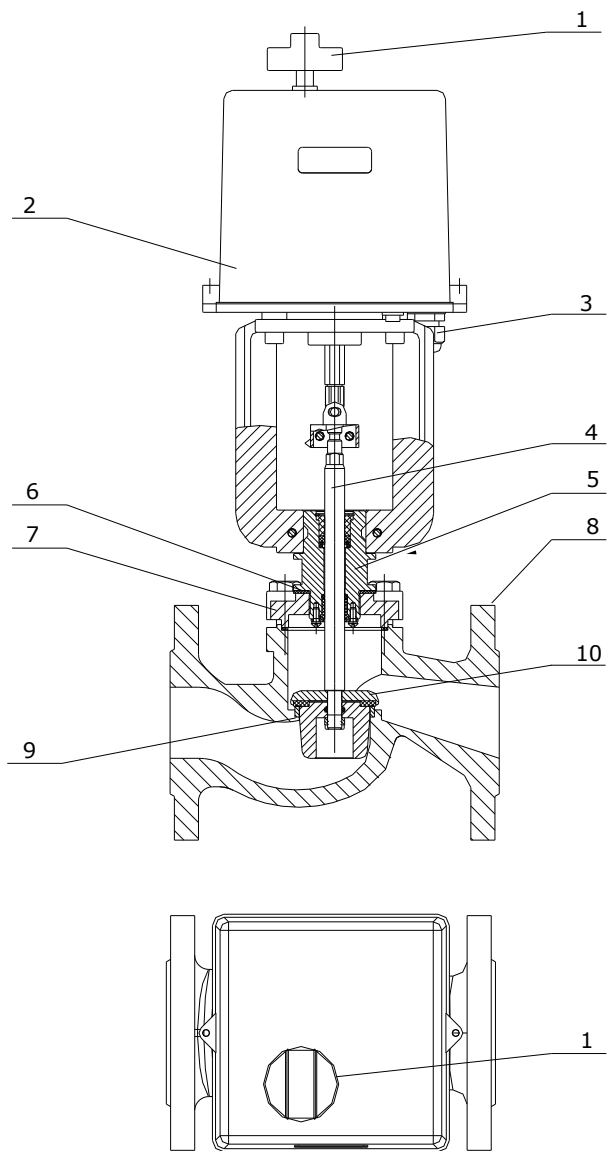

Рис. 5.1
Вид клапана с электрическим исполнительным механизмом (приводом) АРВС.746967.139 приведен на рис. 5.1. Клапан состоит из следующих узлов и деталей:
- подать с управляющего устройства (регулятора) команду на открытие клапана, шток 4 (см. рис. 5.1) должен двигаться вверх;
- подать с управляющего устройства (регулятора) команду на закрытие клапана, шток 4 (см. рис. 5.1) должен двигаться вниз;